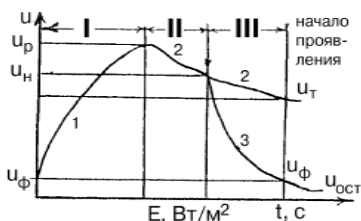

Рис. 2
Процесс получения скрытого электростатического изображения состоит из операций зарядки и экспонирования. При этом происходит изменение потенциала поверхности, показанное на рис. 2. Зарядка (I) производится до рабочего потенциала U_p , оптимального по знаку и величине для данного фоторецептора. За время перемещения в зону экспонирования (II) потенциал снижается до U_n . В процессе экспонирования (III) потенциал снижается по ФИРК (кривая 3) до остаточного $U_{ост}$, обычно не равного нулю.